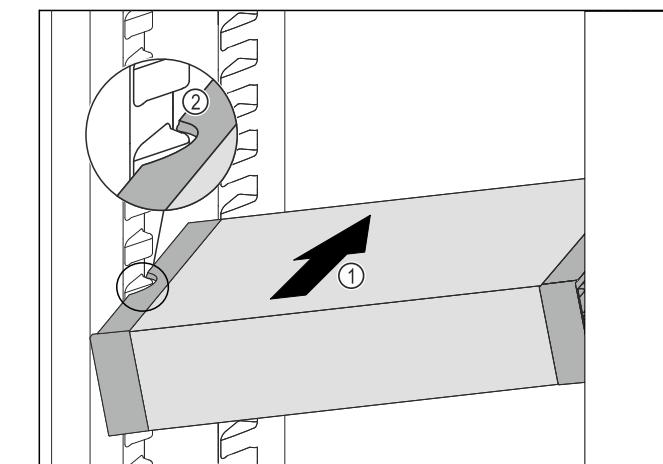

Fig. 87
- Вкарайте VarioSafe под ъгъл в хладилната част Fig. 87 (1), докато страничните прорези Fig. 87 (2) на VarioSafe се намират на височината на реброто на съда в хладилната част.